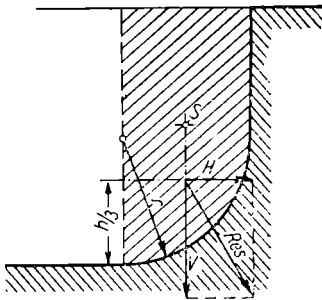

Bild 225
41. I. Der Wasserdruck auf eine beliebig gekrümmte Fläche setzt sich aus der horizontalen Druckkraft wie bisher und der vertikalen Druckkraft zusammen (Bild 225). Letztere entspricht dem Gewicht der senkrecht über der gekrümmten Fläche stehenden Wassermenge und greift im Schwerpunkt der Fläche an.